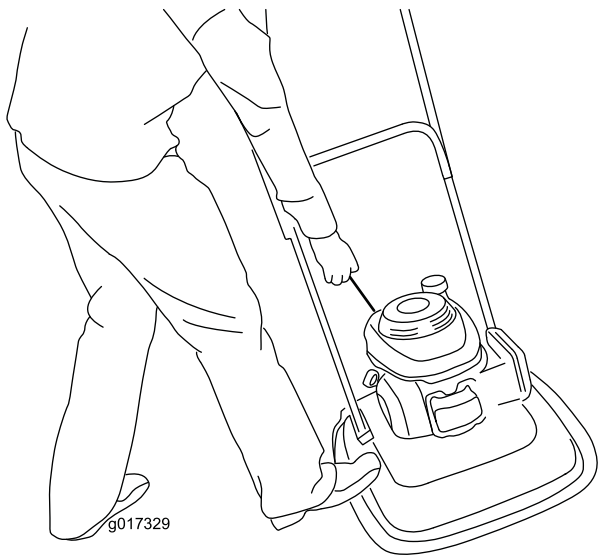

Figura 15
3. Ponga el pie sobre la carcasa e incline la máquina hacia usted (Figura 15).